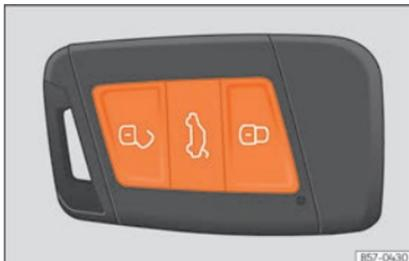

Fig. 89 Chave com comando à distância: botões.
- Trancar: pressione o botão  »» **Fig. 89**.